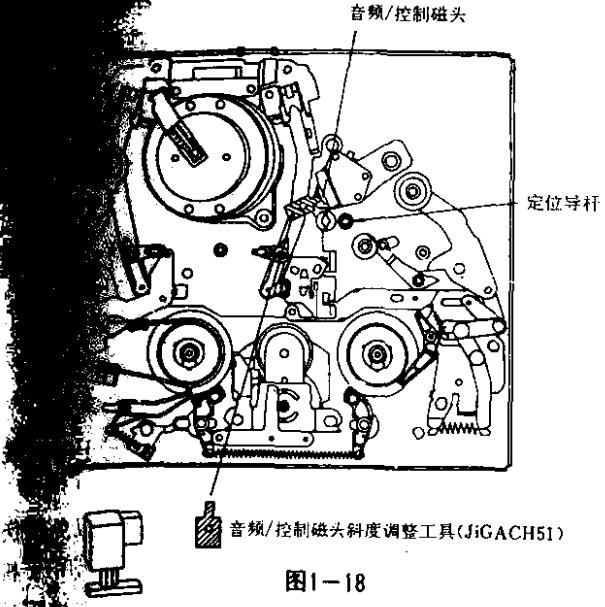
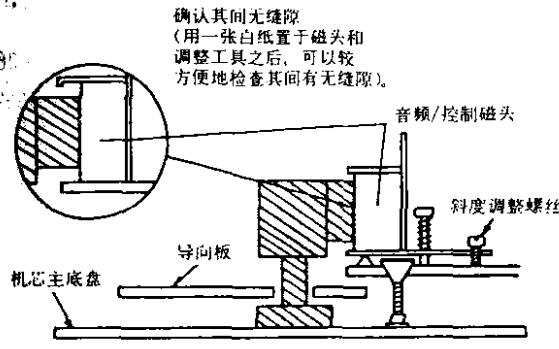

图1-18
图1-19
- 用十字螺丝刀松开紧固螺丝②。
- 用十字螺丝刀松卸角度调整螺丝⑤(3P+8S)。
- 用十字螺丝刀松卸音频/控制磁头螺丝④。此时，应注意压于音频/控制磁头螺丝④和音频/控制磁头组件①间的弹簧⑦弹出。
- 将音频/控制磁头臂及磁头板装接于磁头组件①上，并保持两者的相互平行。
- 按图1-19所示，调整磁头斜度。
- 将装置设定于无载状态。按图1-18和图1-19所示，把音频/控制磁头斜度调整工具搁置于机构机芯主底板上。然后用专用六角扳手(1.5mm JiGHW0015)慢
2. 按图1-19要求调整音频／控制磁头的倾斜度。